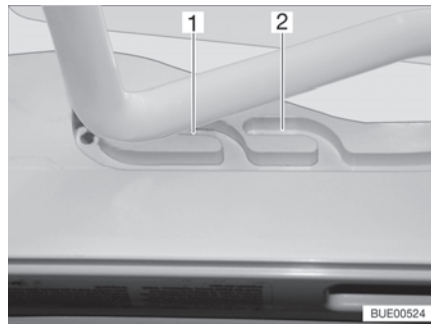
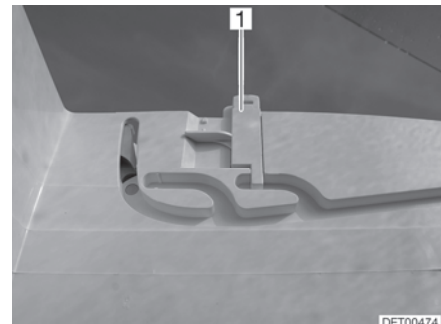

Bild 21 Spår (ventilationsläge)
Bild 22 Lås (ventilationsläge)
Heki-takluckan kan ställas i två ventilationslägen: Läget för dåligt väder (Bild 21,1) och mittläget (Bild 21,2). Beroende på modell kan takluckan låsas i mittläget med de båda spärrarna (Bild 22,1) till höger och vänster om ramen till takluckan.
- Tryck bygeln lätt uppåt och skjut in den i det valda spåret (Bild 21,1 eller 2) och lås eventuellt.